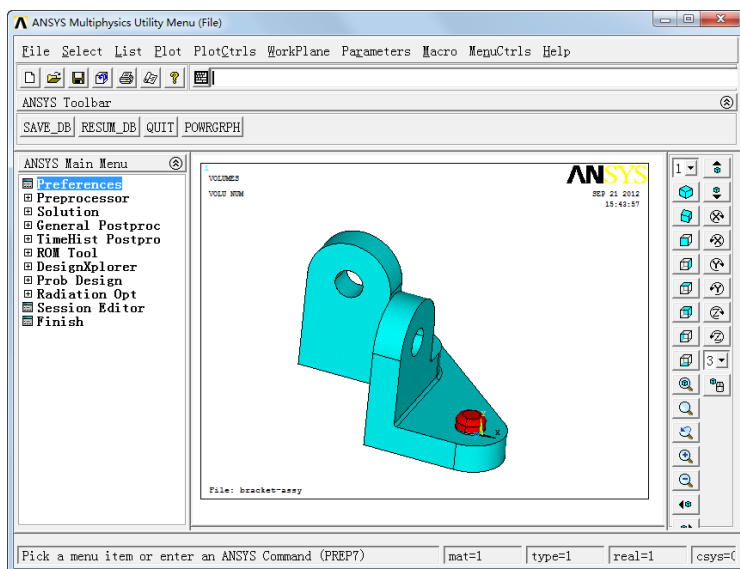

图 3-20 输入 SAT 文件后的结果
⑤选择实用菜单 Utility Menu: File > Import > SAT...。
⑥在打开文件对话框中选择“axi2.sat” SAT 文件，然后单击“OK”按钮。
④打开“Normal Faceting”。
①选择实用菜单 Utility Menu: PlotCtrls > Style > Solid Model Facets...。
②在打开的对话框中，在下拉列表中选择“Normal Faceting”，然后单击“OK”按钮。
③选择实用菜单 Utility Menu: Plot > Replot。
⑤打开实体编号开关。
①选择实用菜单 Utility Menu: PlotCtrls > Numbering...。
②在打开的对话框中，将实体编号开关设为“on”，然后单击“OK”按钮。
③选择实用菜单 Utility Menu: Plot > Volumes。
⑥保存数据库。在工具条上单击“SAVE_DB”按钮，得到如图 3-20 所示的结果。